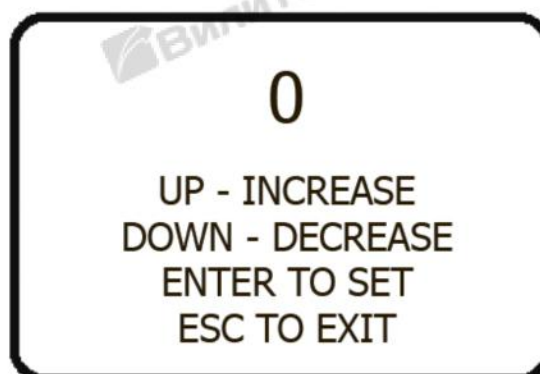

Рис. 15. Экран раздела «DELAY MODE».
9. Система оснащена режимом задержки срабатывания. Он подходит для периодов отработки технологического процесса, при которых подача сигналов не требуется. Для настройки задержки выберите опцию «DELAY MODE» (*Задержка срабатывания*). При этом откроется экран, показанный на рис. 15.